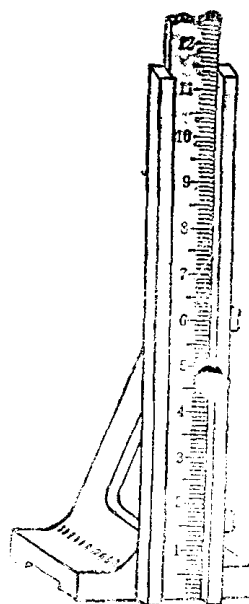

图 2-4 高度尺
(5) 高度尺 高度尺(见图2-4)配合划针盘一起使用,以决定划针在平台上的高度尺寸。